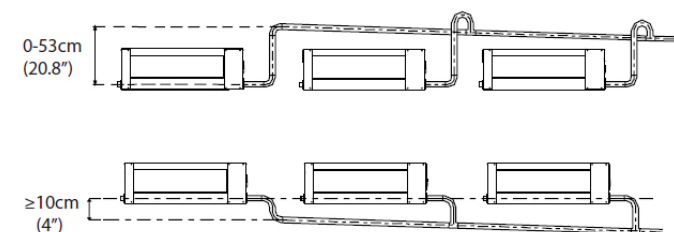

Fig. 5.4
**NOTĂ:** Atunci când conectați mai multe conducte de evacuare, instalați conductele așa cum este ilustrat în Fig. 5.4.